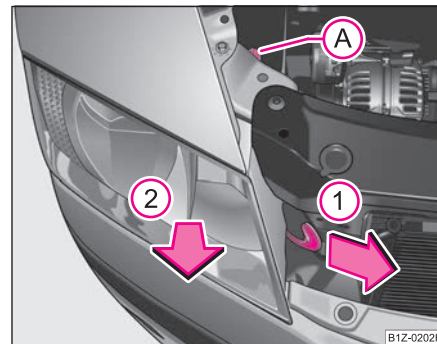

Fig. 222 Demontarea farului principal
- Deșurubați piulița din plastic (A) ⇒ fig. 222.
- Trageți maneta de siguranță a farului până la limită în sensul săgeții (1).
- Întrerupeți alimentarea cu curent și scoateți farul cu atenție în sensul săgeții (2).